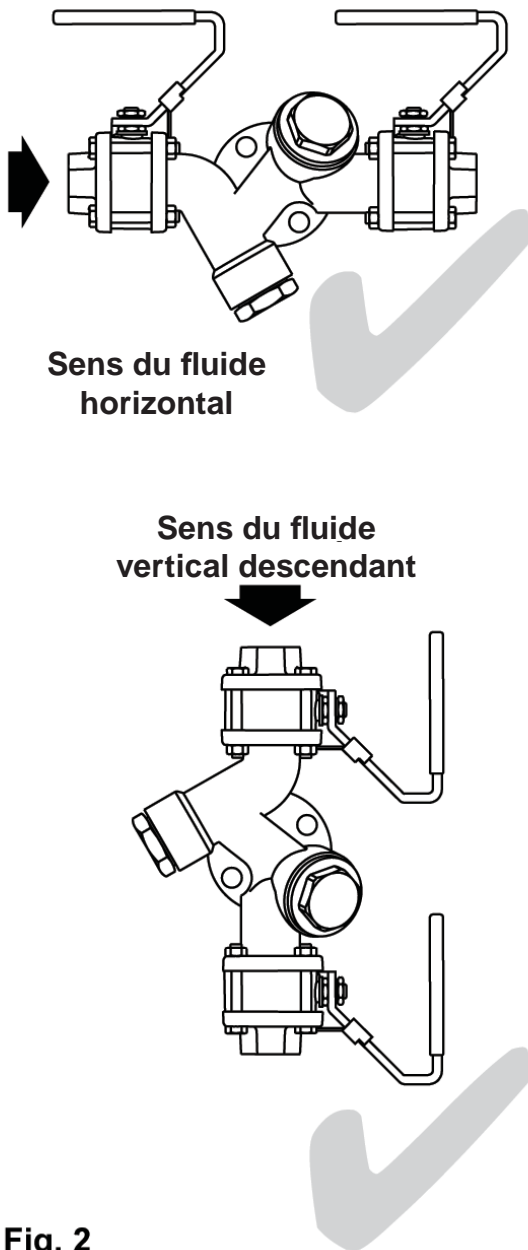

Fig. 2
3.9 Le STS17.2 peut être installé sur une ligne horizontale, ou sur une ligne verticale avec le sens du fluide descendant - Voir figure 2.